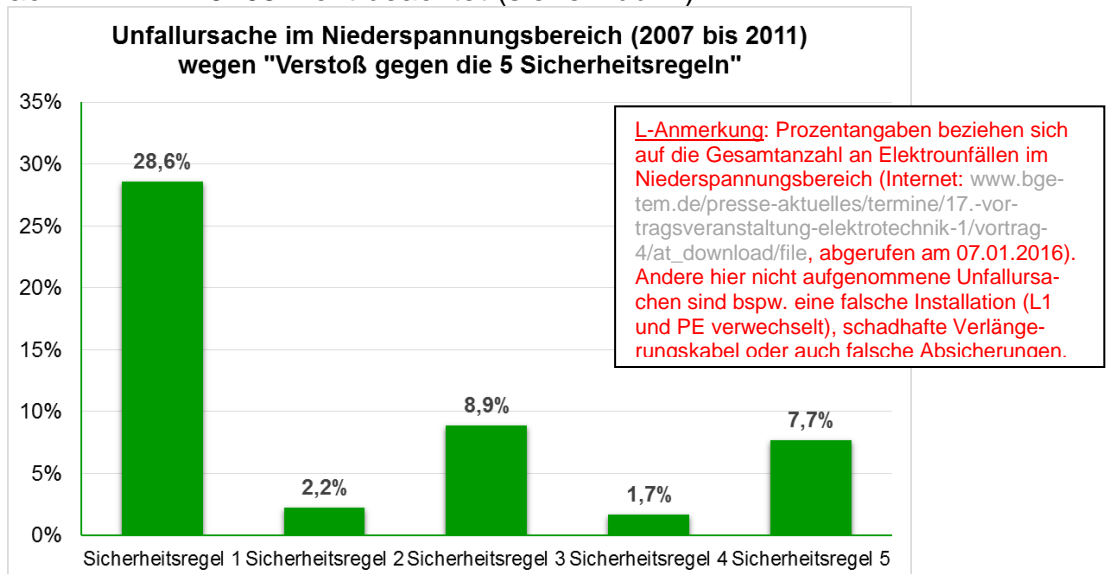

Abb. 4: Unfallursache durch nicht einhalten der Sicherheitsregeln (Quelle: BG ETEM)
Herr Pfennig erklärt, dass Elektrounfälle immer wieder zu schwerwiegenden Verletzungen und sogar Todesfällen führen. Dabei werden häufig die 5 Sicherheitsregeln nach DIN VDE 0105 nicht beachtet (siehe Abb. 4).
- a.) Die Grafik in Abb. 4 (S. 7) zeigt den prozentualen Anteil der Stromunfälle, bei denen eine der fünf Sicherheitsregeln verletzt wurde, an der Gesamtzahl der Stromunfälle. Notiere die Prozentwerte in Tab. 2.